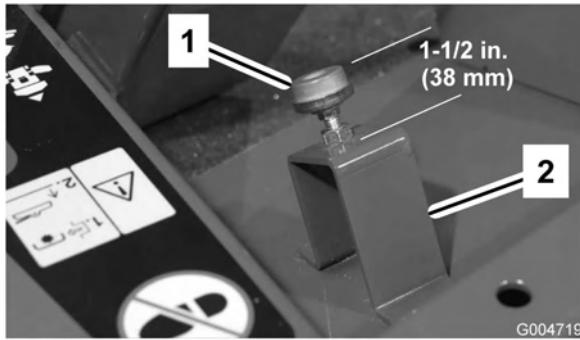

Figura 67
- Verifique el ajuste del tope del pedal de tracción. La distancia desde la parte superior del soporte hasta la parte superior del tope debe ser de 38 mm (Figura 67). Afloje las tuercas y ajuste según sea necesario.